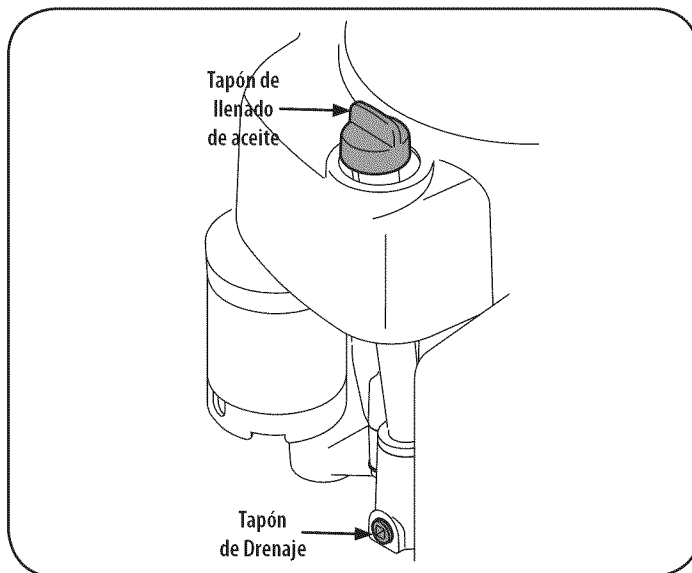

Figura 13
2. Retire el tapón de llenado de aceite y permitiendo que el aceite se drene en un recipiente adecuado. Vea la Figura 13.
1. Limpie alrededor del tapón de la varilla y el tubo con un paño limpio para eliminar los residuos. Véa la Figura 13.